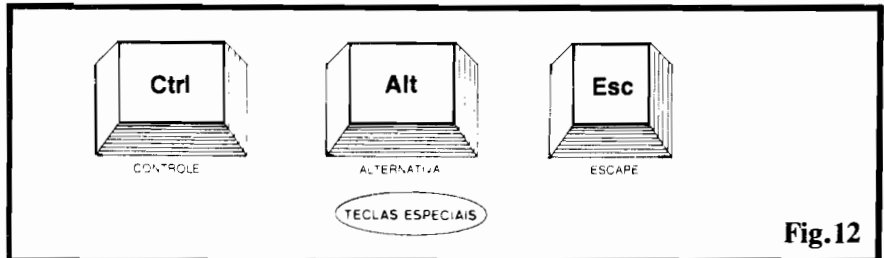

Fig. 12
- **FIG. 12 - TECLAS ESPECIAIS** - As teclas mostradas podem surgir, nos teclados, em mais de uma posição, e às vezes até duplicadas... As marcadas com **Ctrl** (controle) e **Alt** (alternativa) permitem, quando pressionadas juntamente com outras teclas, mudar a pró-